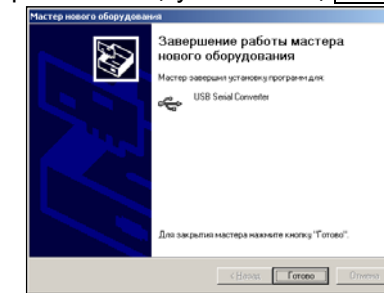

Рисунок 8.11
4) Клацнути по кнопці **Далее >**, через декілька секунд на екрані з'явиться вікно (рисунок 8.11), яке свідчить, що завантаження драйвера виконане. Для завершення клацнути по кнопці **Готово**.